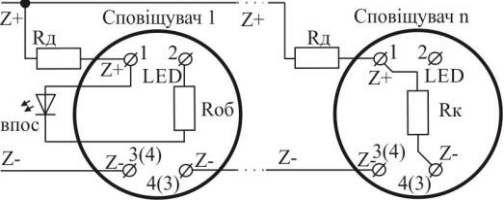

Рисунок 4.3 – Підключення сповіщувача в шлейф, ВПОС або світлодіода
4.5 Якщо за проектом використовують ВПОС з живленням від ШС, то його мінусовий контакт через резистор Rоб з'єднують з гвинтовою клемою з маркуванням **«2» (LED)**, а плюсовий – гвинтовою клемою з маркуванням **«1» (Z+)** (Рис. 4.3, номінал Rоб залежить від типу ВПОС і його робочого струму, а також чи використовується Rd; сума Rd та Rоб має бути не менше 3 кОм). Рекомендується використовувати ВПОС виробництва ТОВ «Тірас-12», підключивши його через резистор Rоб з опором не менше 3 кОм. Допускається використовувати інший пристрій індикації з малим струмом споживання (приблизно 1 мА). ВПОС дублює основний індикатор в режимах пожежі та несправності.